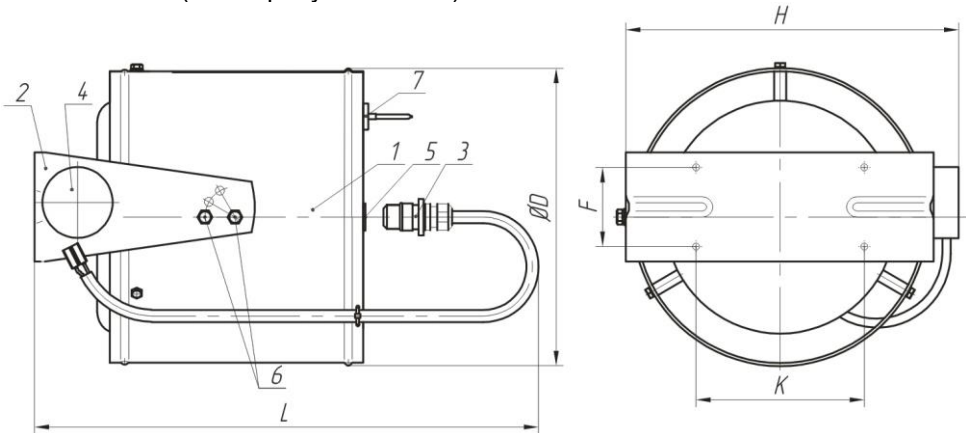

Рис.1. Генераторы огнетушащего аэрозоля «ТОР 1500», «ТОР 3000»
| 6. Габаритные и присоединительные размеры (рис.1), мм, не более: <ul style="list-style-type: none"> • длина - L • диаметр - D • ширина – Н • ширина – К • ширина – F | 400 240 290 168 78 | 500 310 350 168 78 |
3.1. В комплект поставки (рис.1) входит:
4.1. Устройство генератора (рис.1).
6.2. Монтаж генератора производится с помощью кронштейна крепления поз.2 (рис. 1) на жесткой вертикальной конструкции (стены, колонны и др.). Генераторы при установке должны быть так ориентированы, чтобы при их работе струи огнетушащего аэрозоля не оказывали теплового воздействия на пути эвакуации, судовое оборудование, кабельные трассы, аварийное освещение, предупредительную сигнализацию топливные и масляные цистерны и трубопроводы. Генераторы должны быть удалены от путей эвакуации и других районов, где может присутствовать персонал, по крайней мере, на минимальные безопасные расстояния, определенные в соответствии с циркуляром ИМО MSC.1/Circ.1270 для воздействия температур до 75 °С, но они не должны превышать, по возможности, 2,5 м, а так же от горючих материалов по крайней мере, на минимальные безопасные расстояния для воздействия температур до 200°С. Для монтажа на металлических конструкциях кронштейн крепления закрепляется при помощи 4-х винтов М6х30, которые привариваются к металлической конструкции, 4-х шайб пружинных 6 и 4-х гаек М 6 (Метизы в комплект не входят). Учитывая, что генератор обеспечивает объемное тушение, то максимально быстро создать концентрацию аэрозоля в зоне возможного возникновения пожара можно направлением оси генератора на неё с помощью 4-х регулировочных винтов М8 поз. 6 (рис. 1).
7.3. Снять заглушку поз. 5 (рис. 1) и вернуть воспламенительный узел поз.3 (рис.1), концы электрокабеля завести в коробку соединительную поз. 4 (рис. 1).
7.8. Соединить концы электрокабеля с соответствующими клеммами коробки соединительной поз. 4 (рис. 1), соблюдая полярность.